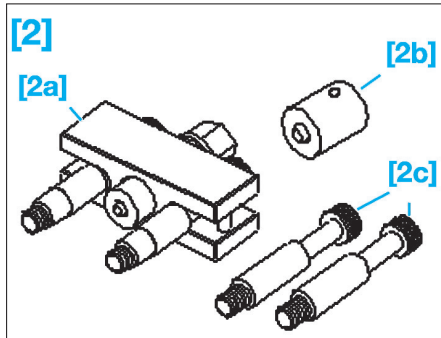

FIG. 61
- [2]. Extracteur ref. T40064 (Fig.61)